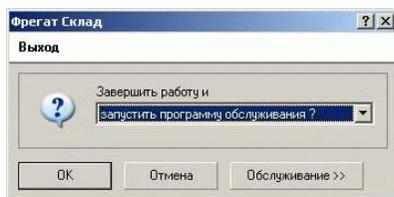

Рис. 5.1. Выход
- ▶ В появившемся диалоговом окне **Выход** (см. Рис. 5.1) выбрать из списка значение “запустить программу обслуживания?”, вызвав тем самым загрузку модуля ФРЕГАТ-КОНСОЛЬ.